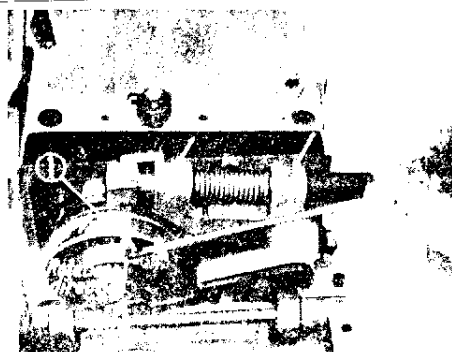
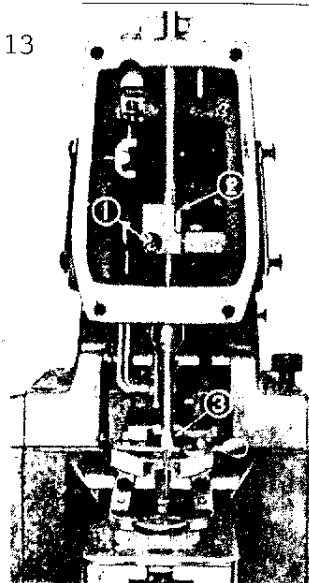
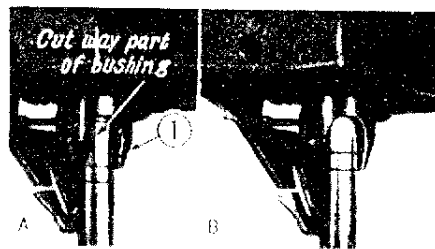
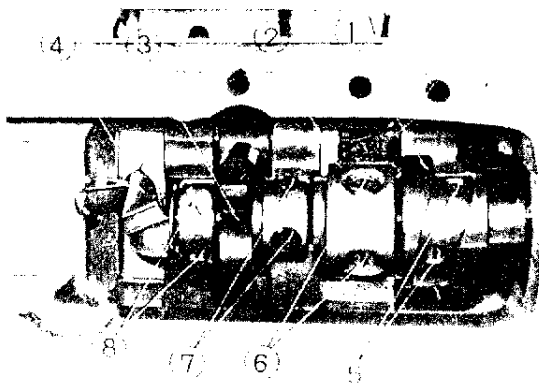

Fig. 2
Fig. 12
Fig. 14
Fig. 15
- * LE SENS DE ROTATION EST INDIQUE PAR LA FLECHE FIG. 2
EN VUE D'ASSURER UNE LONGUE VIE A VOTRE MACHINE ET UNE MEILLEURE SOUPLESSE D'UTILISATION, LA MACHINE DOIT ETRE HUILEE DEUX FOIS PAR JOUR, AVANT LE DEBUT DU TRAVAIL. INSTILLER L'HUILE DANS TOUS LES TROUS INDIGUES PAR LES FLECHES AU MOYEN D'UNE BURETTE. DEPOSER LE CAPOT DROIT SUR LA TETE, RETIRER LA VIS (1) FIG. 2 DE LA POULIE DE COMMANDE D'AIGUILLE, VERIFIER LE NIVEAU DE GRAISSE ET COMPLETER SI NECESSAIRE.
13. REGLAGE DE LA BARRE A AIGUILLE - FIGURES 12 ET 13
IL Y A DEUX LIGNES DE REFERENCE A LA PARTIE SUPERIEURE DE LA BARRE A AIGUILLE ET DEUX AUTRE PLUS BASSES. SOIOT AU TOTAL 4 LIGNES - FIG. 12. POUR AJUSTER LA HAUTEUR DE LA BARRE A AIGUILLE, SE REFERER A LA PAIRE SUPERIEURE LORSQUE DES AIGUILLES COURTES TQ X 1 SONT UTILISEES ET A LA PAIRE INFERIEURE DANS LE CAS D'AIGUILLES LONGUES TQ X 7. APPUYER A FOND SUR LA PEDALE POUR RELACHER LE LEVIER D'EMBRAYAGE ET DANS CETTE POSITION TOURNER LE VOLANT DANS LE SENS DE ROTATION - FIG. 2 - ET LORSQUE LA BARRE A AIGUILLE ATTEINT SON POINT MORT BAS, LA LIGNE SUPERIEURE DE L'UNE OU L'AUTRE LIGNE FIG. 14 (A) - EN FONCTION DY TYPE D'AIGUILLE UTILISE, DOIT ETRE AU NIVEAU DE LA LISIERE INFERIEURE DU GUIDE BARRE A AIGUILLE.
COMME INDIQUE CHAPITRE 13, LA LIGNE DE REFERENCE SUPERIEURE (LA PLUS HAUTE DE LA PAIRE) VIENT A LA LISIERE DU GUIDE BARRE A AIGUILLE INFERIEUR, TOURNER LE VOLANT DANS LE SENS DE ROTATION JUSQU'A CE QUE LA LIGNE INFERIEURE VIENNE AU NIVEAU DU GUIDE BARRE INFERIEUR. A CETTE POSITION - FIG. 14 (B) FAIRE COINCIDER LA POINTE DU BOUCLEUR - FIG. 15 (4) AVEC LE CENTRE DE L'AIGUILLE AVEC UNE TOLERANCE DE 0,05 A 0,1 MM ET ENSUITE SERRE LES VIS DU BOUCLEUR - FIG. 15 (8).
14. COMMENT OBTENIR LES CONDITIONS DE COUTURE OPTIMALES - FIG 15 ET 16
(I) REGLAGE DU LEVIER DU DOIGT DE POSITIONNEMENT - FIG. 15 ET 16
(II) MOMENT DE LA CAME DU DOIGT DE POSITIONNEMENT DE LA BOUCLE (AVANT) FIG. 15 DE FACON A TROUVER LE MOMENT DU DOIGT AVANT DE POSITIONNEMENT DE BOUCLE, FAIRE COINCIDER LA LIGNE GRAVEE SUR LA CAME ARRIERE DU DOIGT (1) AVEC LA LIGNE GRAVEE SUR LE MANCHON (2) DU BOUCLEUR ET AUSSI AVEC LA LIGNE GRAVEE SUR LE DOIGT DE POSITIONNEMENT AVANT (3). LORSQUE TOUS LES TRAITS SONT ALLIGNES, RESSERER LES VIS (5) ET (7). A CETTE POSITION, METTRE EN CONTACT LA PARTIE ARRIERE DE LA CAME ET MANCHON DE BOUCLEUR (2) AVEC LA CAME ARRIERE DU DOIGT (1) ET RESSERER TOUTES LES VIS.